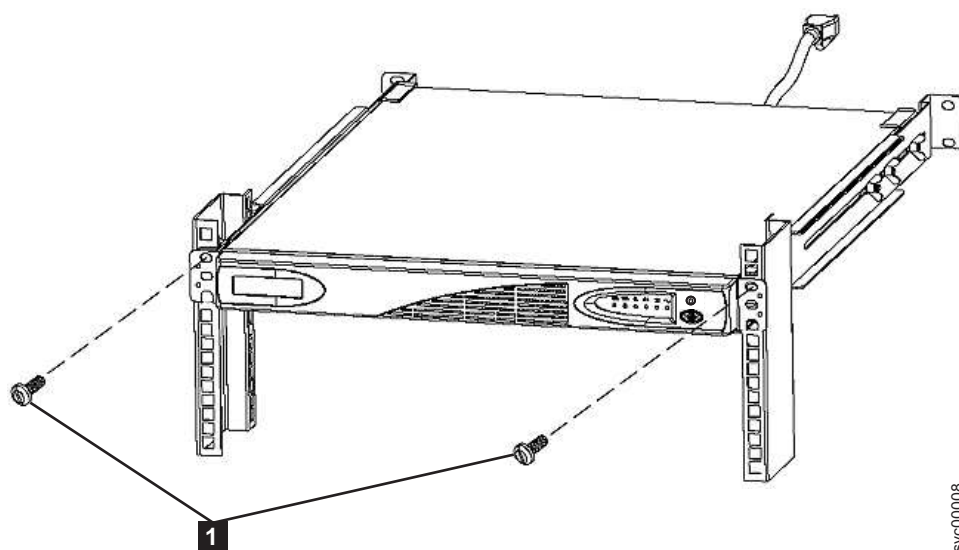

図 223. 2145 UPS-1U 用の取り付けねじ
9. 図 223 に示すように、2145 UPS-1U の前面で、2 つの取り付けねじ **1** を外します。